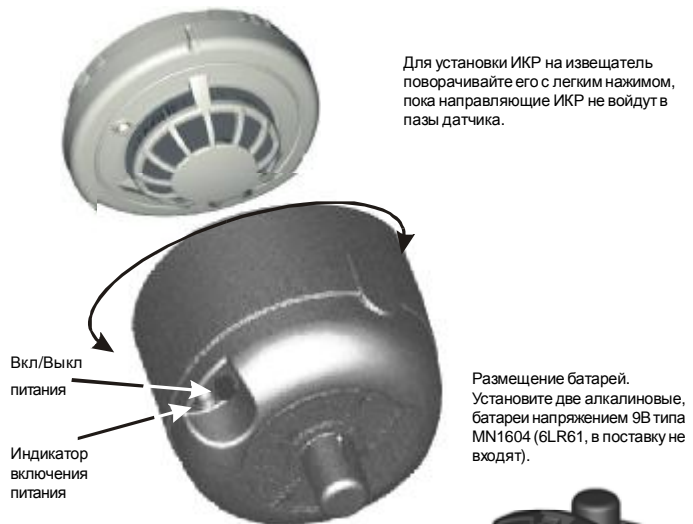

Рис. 3.
- Связь с передачей информации через инфракрасный ретранслятор ИКР (рис. 3), использование которого с телескопической штангой ХР-3 позволяет перепрограммировать и тестировать извещатели, установленные на высоте до 4,5 м.